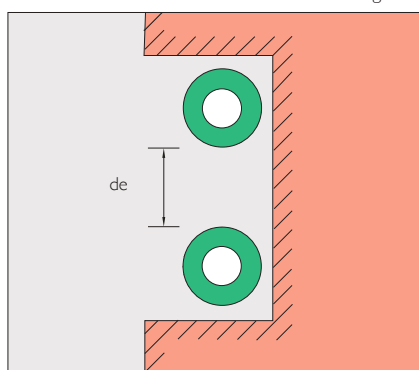

Figura 3
- a) Aumento da altura da abertura que torne possível a separação das tubulações de água quente e fria (figura 3).
- b) Separação das tubulações a uma distância igual ao diâmetro da tubulação embutida (figura 3).